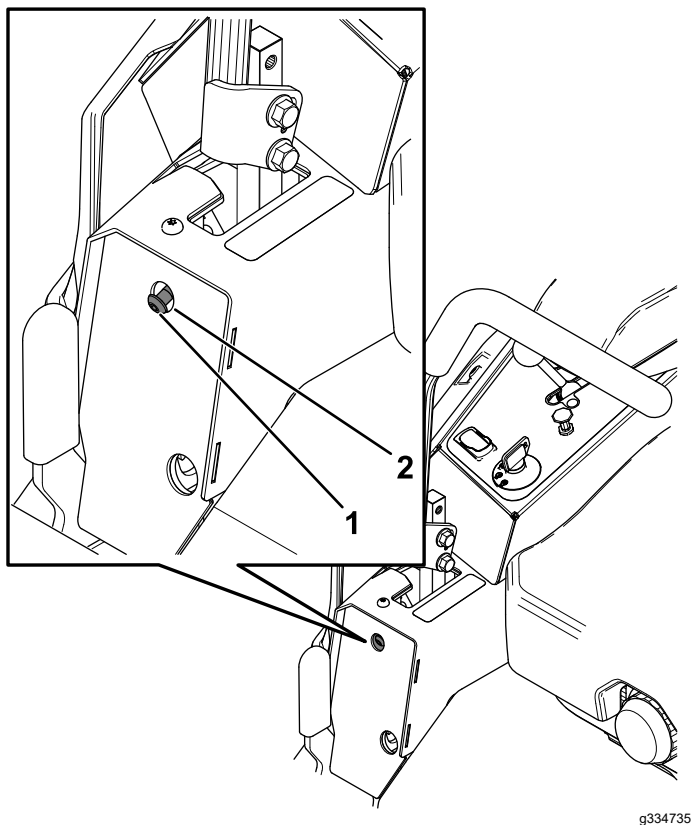

Figura 55
6. Se la macchina tira a destra, inserite una chiave esagonale da 3/16" nel foro di accesso del pannello di copertura anteriore sinistro e ruotate la vite di allineamento in senso orario o antiorario per regolare la corsa della leva (Figura 55).
7. Se la macchina tira a sinistra, inserite una chiave esagonale da 3/16" nel foro di accesso del pannello di copertura anteriore destro e ruotate la vite di allineamento in senso orario o antiorario per regolare la corsa della leva (Figura 55).